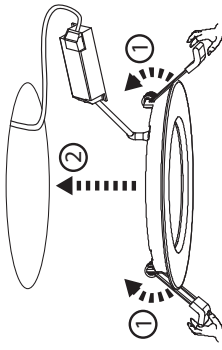

Abb. 3
3. Spannen Sie die Federn des Einbaustrahlers **①** und setzen ihn den vorbereiteten Deckenausschnitt ein. **②** (Abb.3).
3. Tension the springs of the recessed downlight ① and insert it into the prepared ceiling cut-out ② (fig. 3).